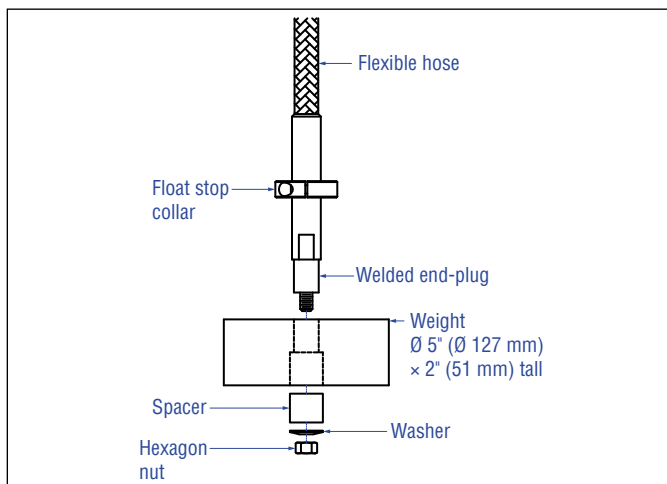
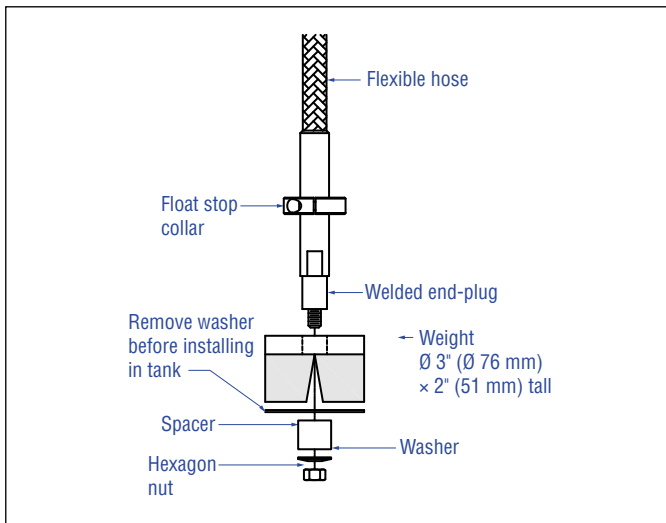
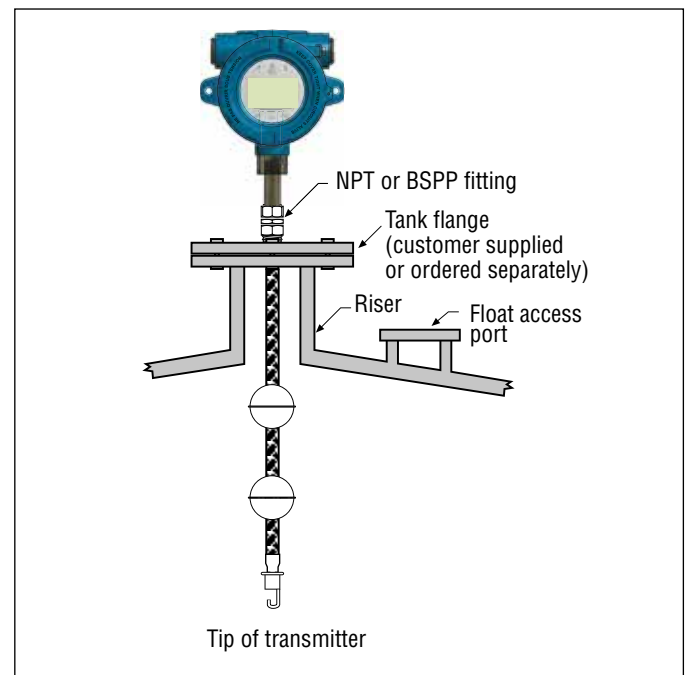

図 8 : 底部固定重り
図 9：底部固定マグネット
図 11：ネジ付きフランジによるフレキシブルパイプの取り付け
5. 図 8、図 11、および図 9 に示すように、付属のナット、スペーサー、ワッシャーを使用して、パイプのエンドプラグ溶接部分 (パイプ底部の硬質部分) にフック、重り、またはマグネットを取り付けてしっかりと締め付けます。マグネットを使用する場合は、ワッシャーを取り外してからタンクに取り付けます。
適切なねじによる接合が可能であれば、Tank Slayer®トランスミッタは大半の用途でNPTまたはBSPPねじ継手を使用してタンクやフランジに直接取り付けることができます。フランジを取り外した際にフロートがフランジ開口部をきちんと通らない場合は、容器の内側からトランスミッタにフロートを取り付けるための何らかの代替手段が必要です。この場合は図 11に示すように、トランスミッタの挿入箇所付近にアクセスポートが必要となる場合があります。